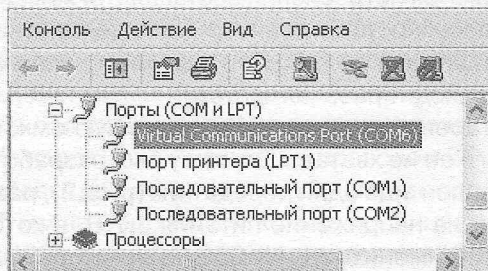

Рис.10
5. Войти в меню «Пуск-Настройка-Панель управления-Система-Оборудование-Диспетчер устройств» и убедиться в появлении в системе нового виртуального COM-порта (рис.10). Номер